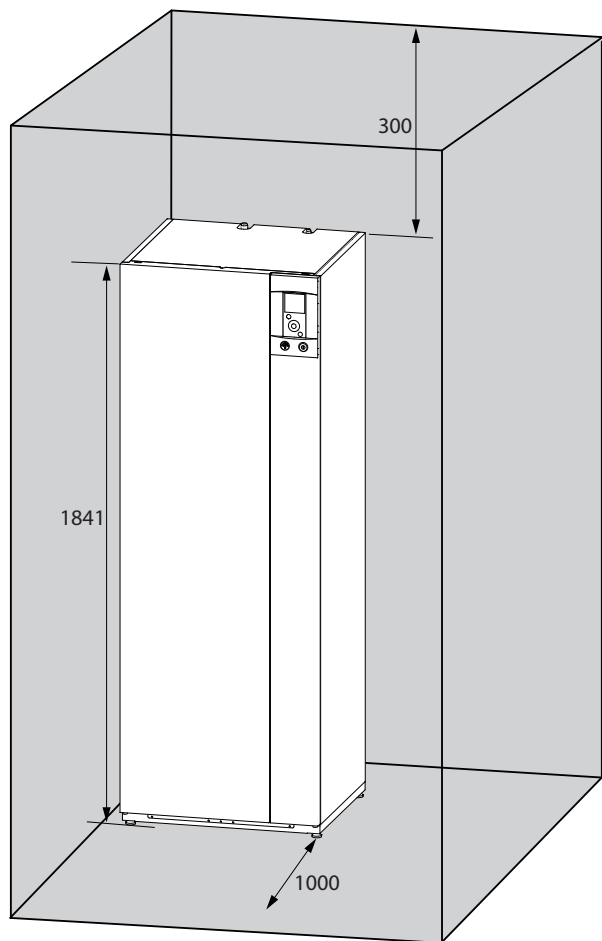

fig. 16 - Spazio minimo d'installazione intorno al modulo idraulico e distanze fino alle pareti combustibili.
- Per facilitare le operazioni di manutenzione e consentire l'accesso alle varie componenti, si consiglia di prevedere uno spazio sufficiente intorno al modulo idraulico (fig. 16).